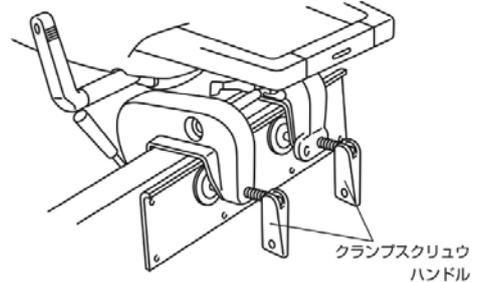

図 2-13 クランプブラケット
- 2 クランプブラケットをボートのトランサム板の中央に取り付け、クランプスクリューを回してしっかりと固定する。(図 2-13)